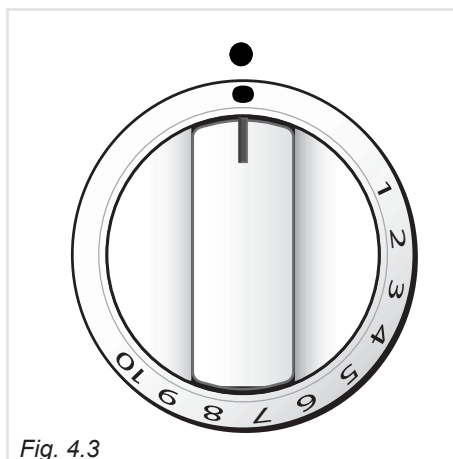

Fig. 4.3
I numeri, stampigliati sulla manopola (fig. 4.3), indicano in modo crescente la temperatura del forno. La temperatura viene mantenuta costante sul valore regolato.
3. Premere a fondo la manopola del termostato gas (fig. 4.3) e tenendola sempre premuta ruotarla in senso antiorario fino alla posizione massima.
5. Regolare la manopola del termostato gas (fig. 4.3) sulla temperatura desiderata.